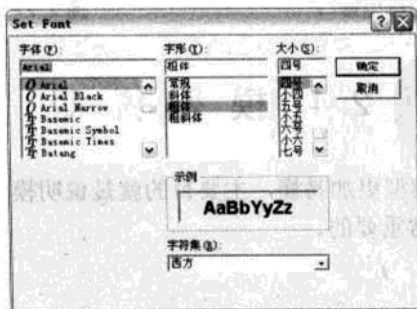

图 2.31 字体设置对话框
- (1) 单击模型说明，使模型说明处于被选状态。
- (2) 选择 Format | Font 命令，弹出如图 2.31 所示对话框。